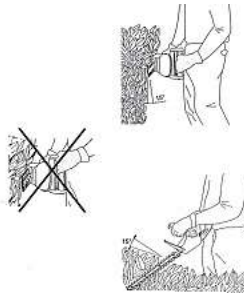

Рисунок 2
4.2 Для досягнення найкращих результатів, тримайте кушоріз таким чином, щоб кут між ріжучими ножами і кущами дорівнював приблизно 15°, дивіться рисунок 2.